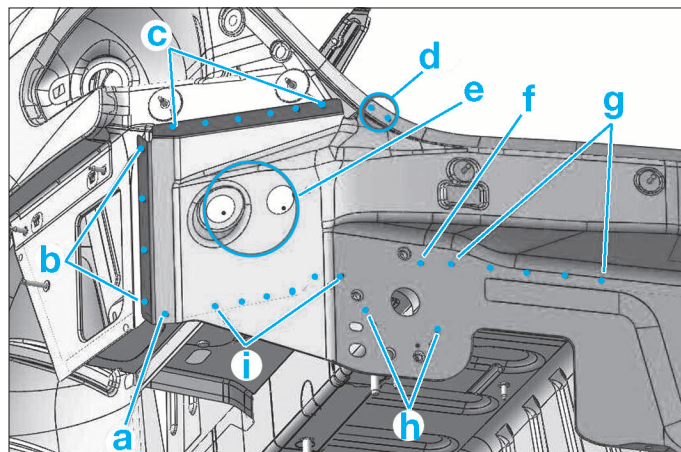

FIG. 92
- Fraiser (Fig.92) :
- (a), (b), (c), (d), (e), (f), (g), (h) et (i) par points électriques (Fig.92).